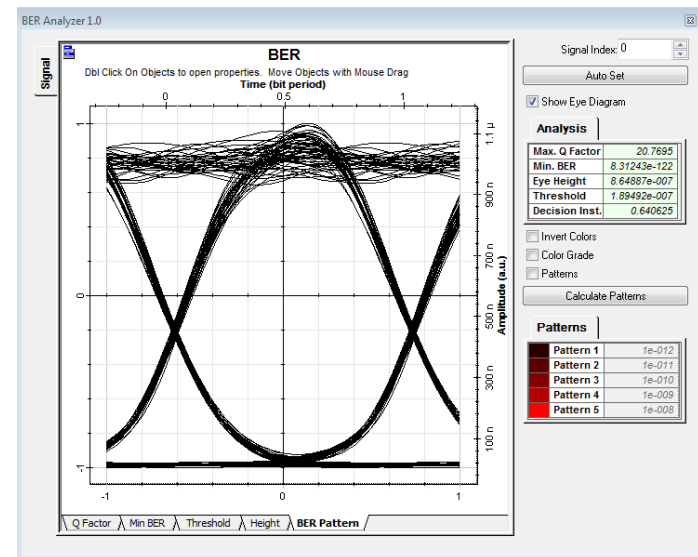

Рисунок 1.5. - Глаз-диаграмма
4.7. Включите в анализаторе режим показа глаз-диаграммы (**Show Eye Diagram**), рисунок 1.5. Зарисуйте два ее вида: для максимальной и минимальной протяженностей оптического тракта.